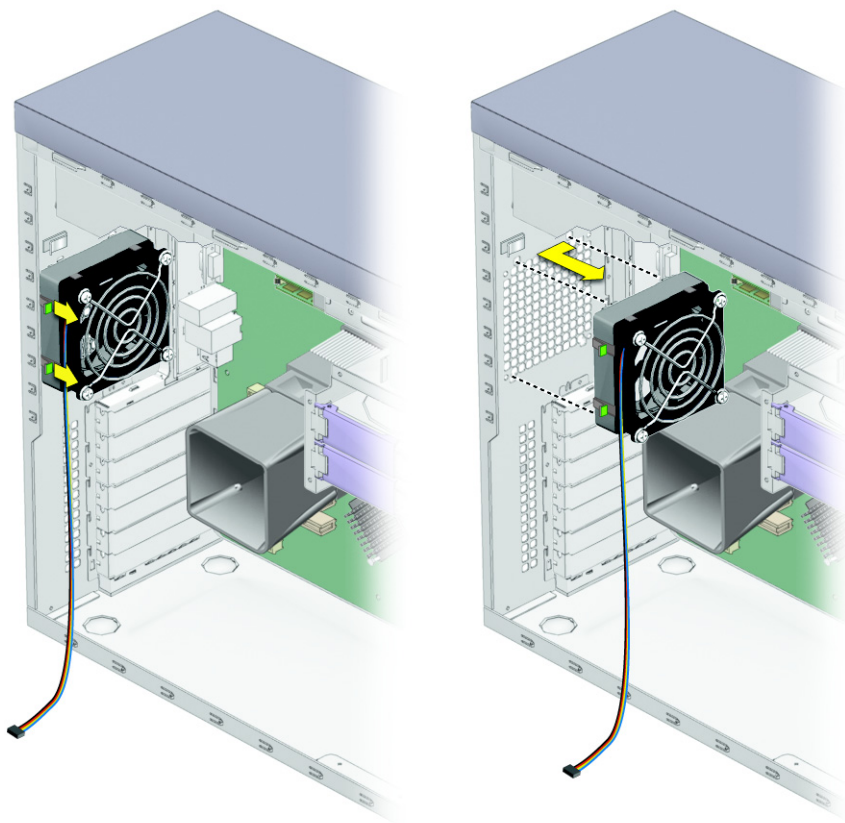

图 4-24 拆卸系统风扇
5. 向前推移风扇托架左侧的两个锁销，并向左拉移风扇，使托架背面的四个卡扣从机箱内的孔位中脱出（参见图 4-24）。